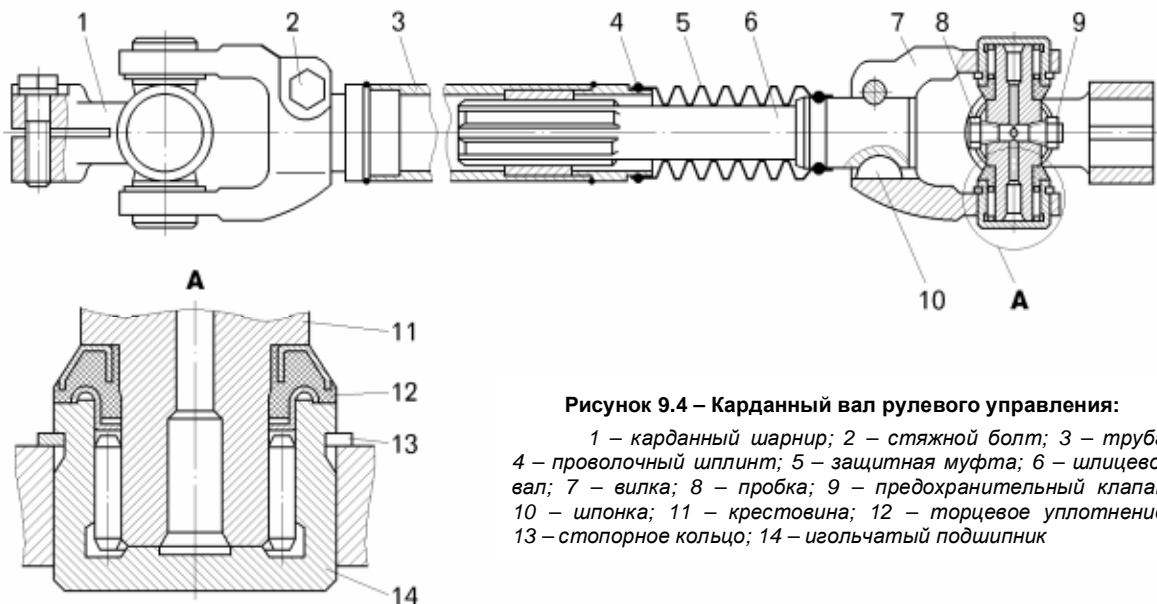

Рисунок 9.4 – Карданный вал рулевого управления:
- вывернуть болты 2 (рисунок 9.4) крепления карданных шарниров и снять карданные шарниры с вала рулевой колонки;